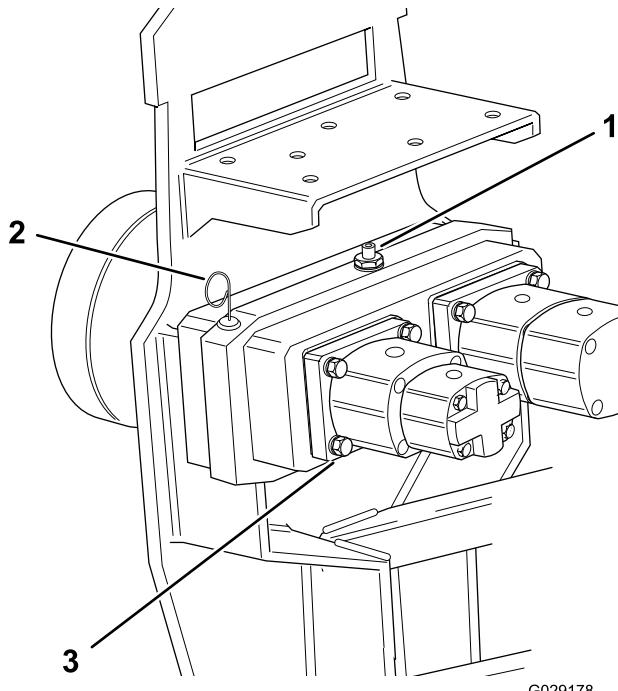

Bild 27
- Der Ölstand sollte an der oberen Markierung am Peilstab liegen (Bild 27).